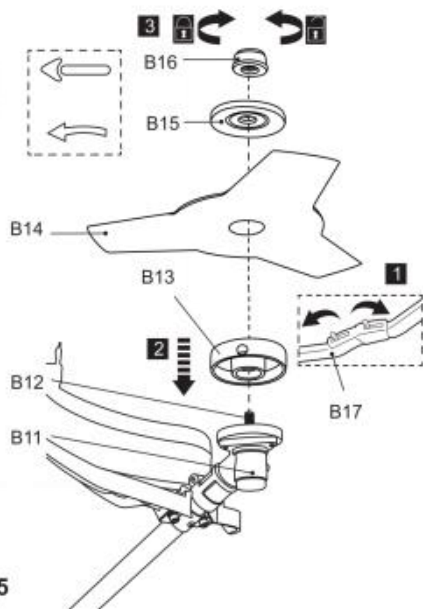

Fig. 5
- 7) Serrare il dado (B16) in senso antiorario per fissare la lama della fresa, bloccando contemporaneamente il mandrino (B12) con la chiave esagonale (E5). Rimuovere quindi la chiave esagonale (Fig. 5).